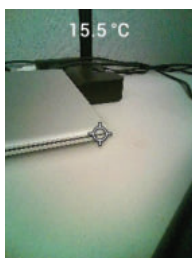

Figura 5.5 Immagine della fotocamera digitale nello spettro del visibile
4. Visualizzare l'immagine sul display; vedere la **Figura 5.5**. Premere il grilletto di acquisizione immagini per salvare un'immagine. Per ulteriori informazioni, fare riferimento alla Sezione 5.6 che segue, *Acquisizione e Utilizzo delle immagini*.